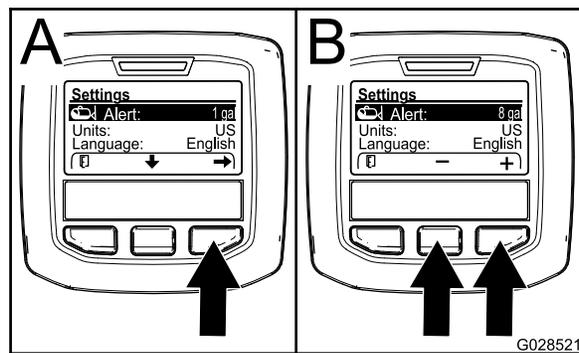

Figura 23
2. Carregue no botão de seleção central para realçar a definição de alerta (Figura 23).
3. Pressione o botão de seleção direito (Figura 23).
4. Utilize os botões de seleção central ou direito para introduzir a quantidade mínima no depósito quando o alerta é mostrado durante a operação do pulverizador (Figura 23).